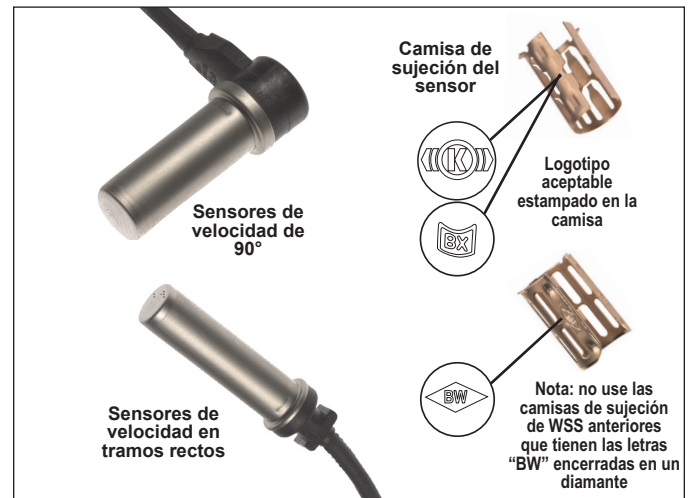

FIGURA 3 - SENSORES DE VELOCIDAD DE LA RUEDA WS-24™ DE BENDIX®
- **Sensores de velocidad de la rueda (WSS):** ubicados en los concentradores de rueda seleccionados, los sensores de velocidad de la rueda detectan la rotación de las ruedas individuales y envían una señal eléctrica a la ECU proporcional a la velocidad de rotación. *Consulte la figura 3.*
- **Sensor de carga:** si el remolque cuenta con un sensor eléctrico de deflexión de resorte externo, consulte la figura 3, hay un acople conectado al eje (pero no debe estar instalado en el eje elevado) – a un máximo de 12,7 cm (5 pulg.) del centro del eje, que se conecta al sensor de carga instalado en el chasis del vehículo. La salida del sensor es una señal eléctrica proporcional a la deflexión del resorte. La conexión a la unidad de control electrónica (ECU) se hace mediante un subarnés auxiliar (parte del arnés de energía).